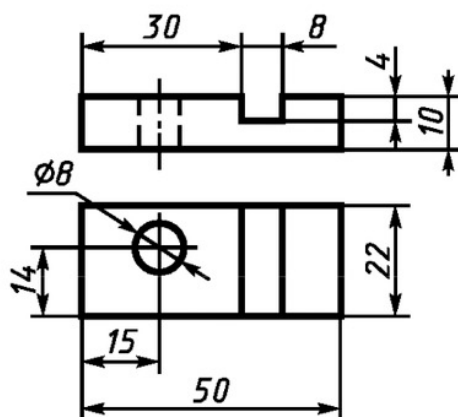

Рис. 10
- Размеры, относящиеся к одному и тому же конструктивному элементу (пазу, выступу, отверстию и т.д.), рекомендуется группировать в одном месте, располагая их на том изображении, на котором геометрическая форма данного элемента показана наиболее полно (рис. 10).